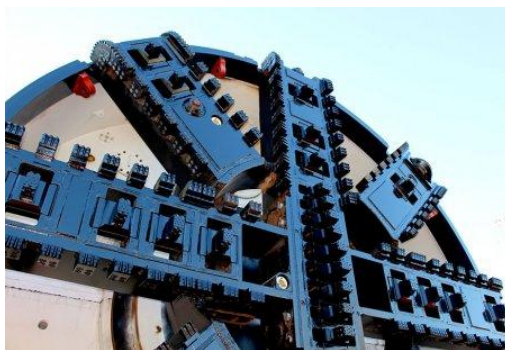

Рис. 3. Виконавчий орган ТПМК
1. Ножове кільце, яке здійснює розробку породи (рис. 3);